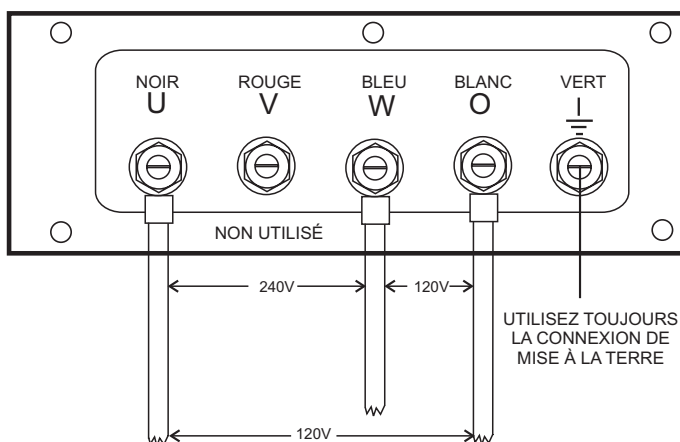

Figure 27. Attaches de la Borne de Sortie Connexions 1Ø-240/120V
2. Connectez les câbles de charge aux **attaches de la borne de sortie** comme l'illustre la Figure 27.